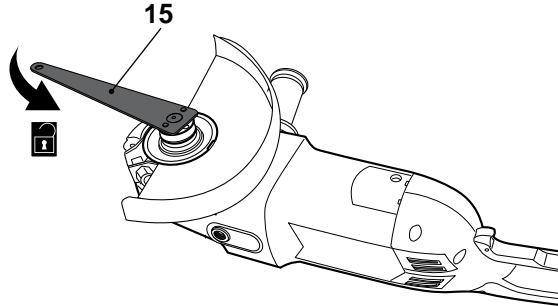

Fig. 12
- > Maintenez le bouton de verrouillage de la broche [1] enfoncé et desserrez la bride [10] en tournant dans le sens inverse des aiguilles d'une montre à l'aide de la clé [15] (Fig. 12).